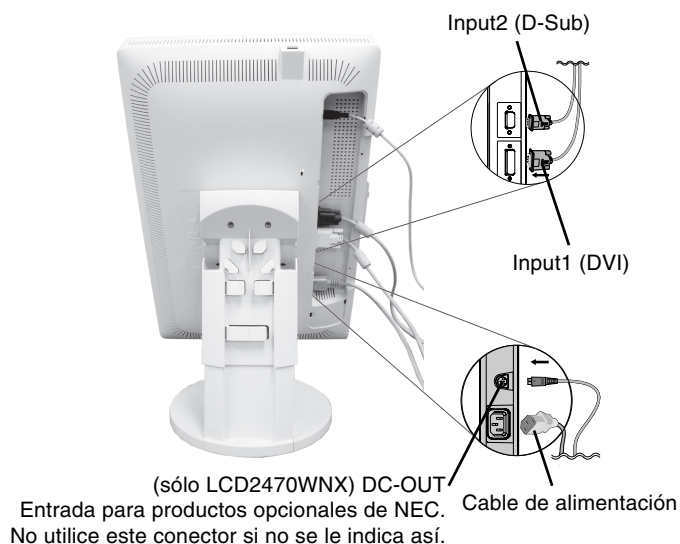
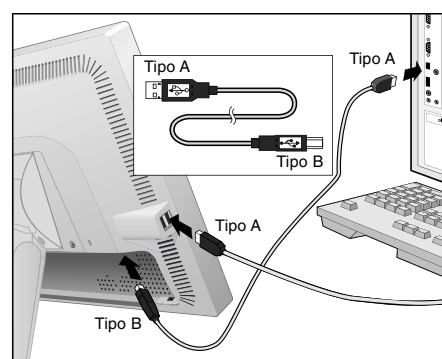

Figura C.4
Figura C.4a
6. Conecte todos los cables en los conectores correspondientes (**figura C.4**). Al utilizar el cable USB, conecte el conector del tipo B al puerto USB de upstream en la parte trasera derecha del monitor y el conector del tipo A al puerto de downstream del ordenador (**figura C.4a**). Si puede usar el cable del dispositivo USB, utilice uno de los puertos de downstream situados a un lado del monitor (Cable USB: sólo el modelo WNX).